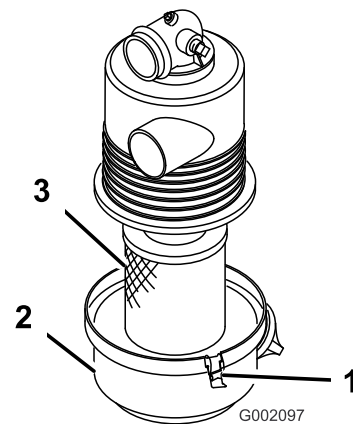

Figura 17
1. Verificate che il corpo del filtro dell'aria sia privo di danni che possano causare una fuoriuscita d'aria. Accertatevi che il coperchio sia ermetico attorno al corpo del filtro dell'aria (Figura 17).
2. Rilasciate i fermi che fissano il coperchio del filtro dell'aria al relativo alloggiamento (Figura 17).
3. Separate il coperchio del filtro dell'aria dal relativo alloggiamento e pulite l'interno del coperchio (Figura 17).
3. Inserite l'elemento del filtro dell'aria nel relativo alloggiamento (Figura 17).
4. Allineate il coperchio del filtro dell'aria con il relativo alloggiamento (Figura 17).
5. Bloccate il coperchio sull'alloggiamento con i fermi (Figura 17).